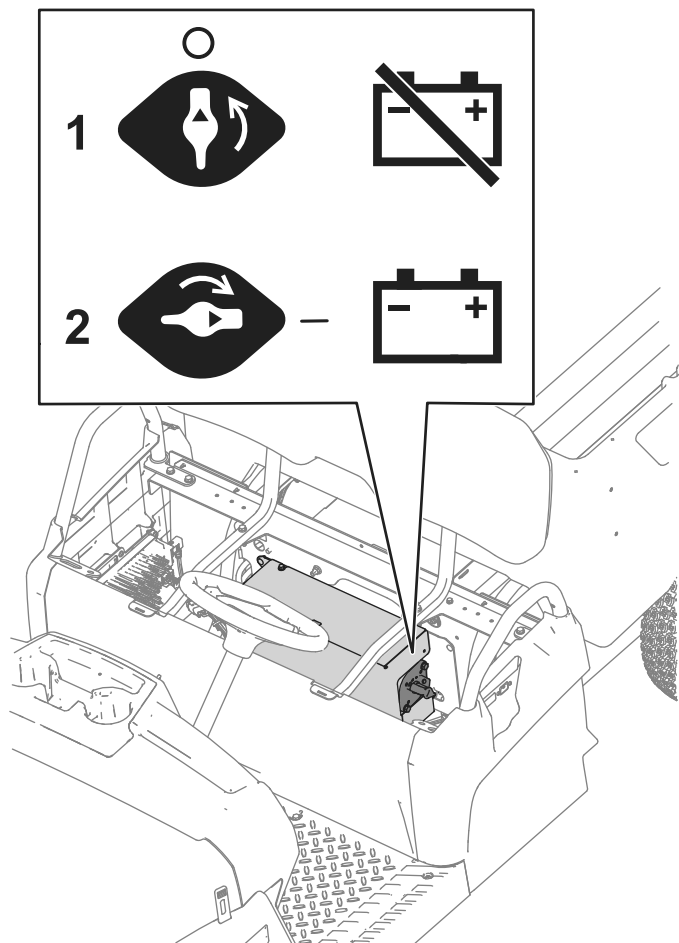

図 42
3. 図 42 のように、バッテリー遮断スイッチを希望位置にセットする。